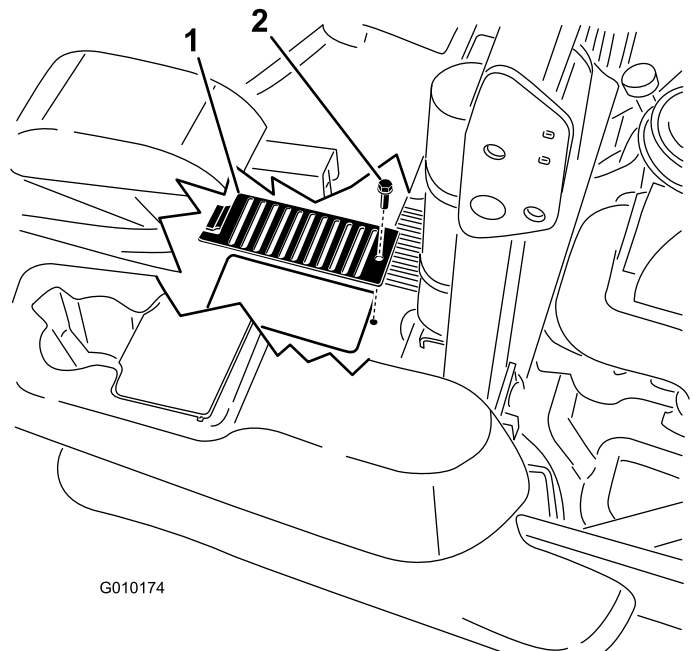

Figure 68
6. Retirez le boulon et le couvercle, et nettoyez la surface autour de chaque jauge et unité hydraulique (Figure 68).